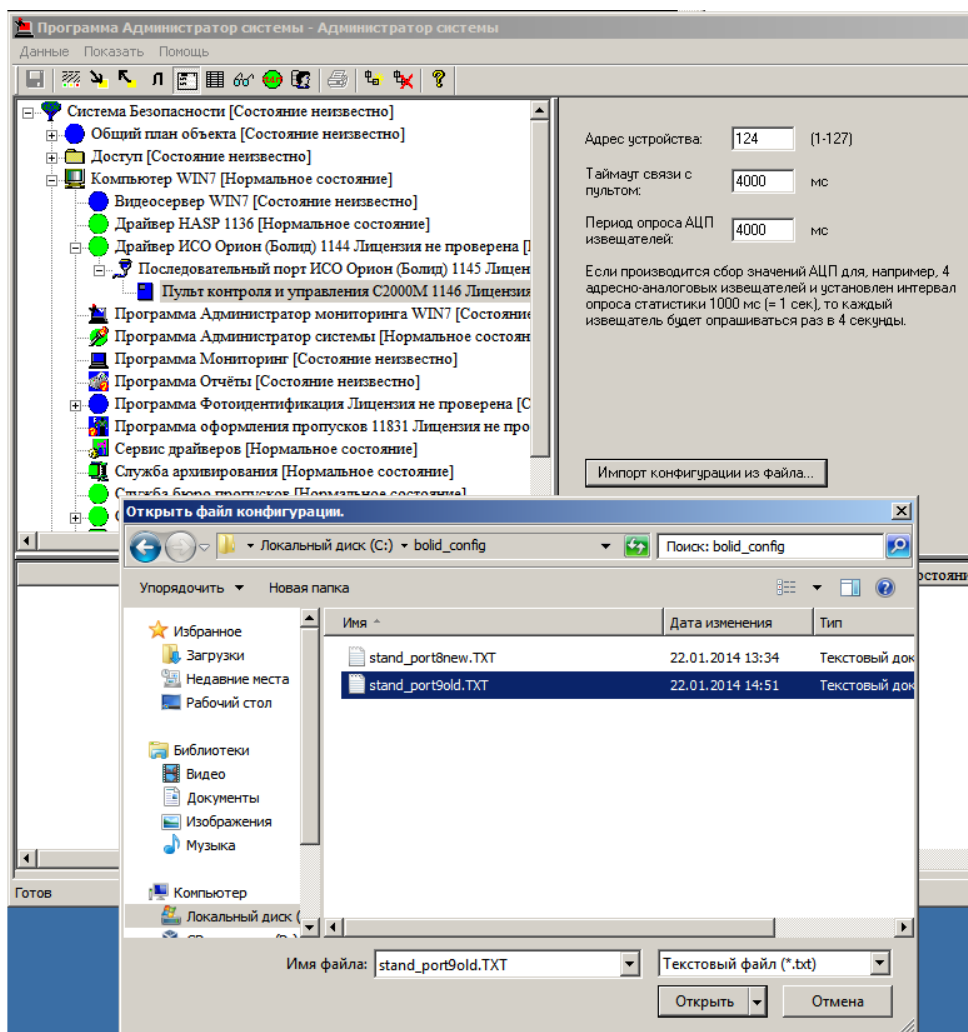

Рисунок 11 – Выбор файла конфигурации
4. Если конфигурация создается вручную, перейдите к настройке дочерних к пульту элементов. Если подготовлен файл конфигурации, нажмите на кнопку **Импорт конфигурации из файла...**, в открывшемся стандартном окне проводника найдите и выберите текстовый файл с вычитанной в программе **pprog** конфигурацией Пульта контроля и управления и нажмите на кнопку **Открыть** (рисунок 11).